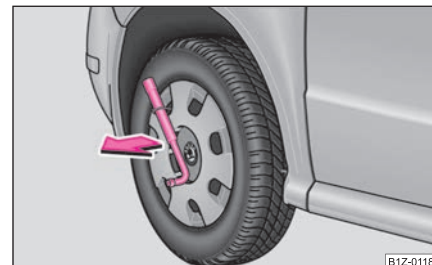

Fig. 211 Desmontar el tapacubos integral
- Introducir la llave de rueda a través del estribo, apoyar la llave de rueda en el neumático y retirar el tapacubos ⇒ página 241, fig. 211.